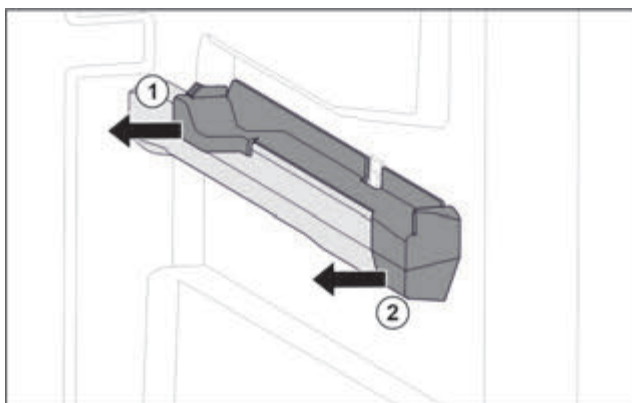

Fig. 97 Вставна частина на правому ребрі для резервуару
- ▶ Відсунути вставну частину назад вбік. Fig. 97 (1)
- ▶ Відсунути вставну частину вперед вбік. Fig. 97 (2)